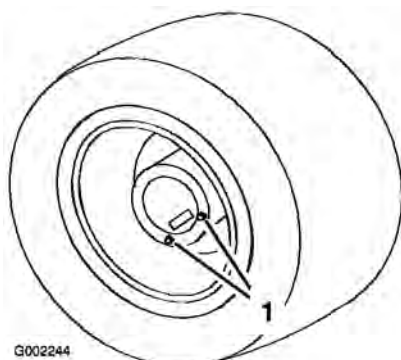

Figura 47
3. Coloque um recipiente debaixo dos tampões de escoamento e retire-os da roda (Figura 47).